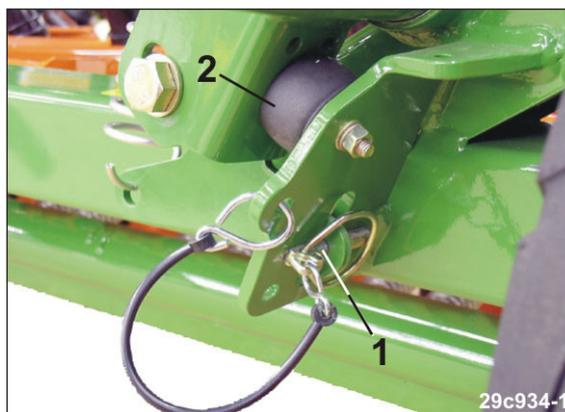

Рис. 173
- 4.1 Прижмите консоль маркеров к резиновому буферу (Рис. 173/2) и закрепите шплинтом с кольцом (Рис. 173/1).